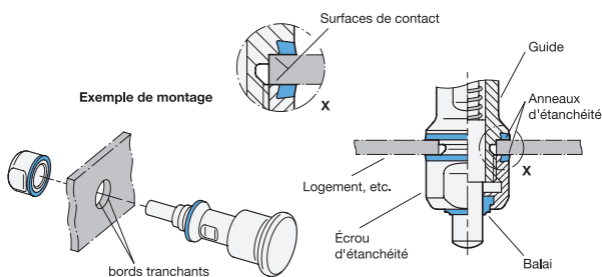

fig. 2
- L'alésage de positionnement doit donc être réalisé de façon à ce que les talons métalliques à l'intérieur des bagues d'étanchéité reposent le plus complètement possible sur le support et permettent un tensionnage sur un bloc (butée métallique) (tolérance de  $+0,05/+0,2$ ). Les bagues d'étanchéité doivent reposer totalement sur le support (fig. 2).